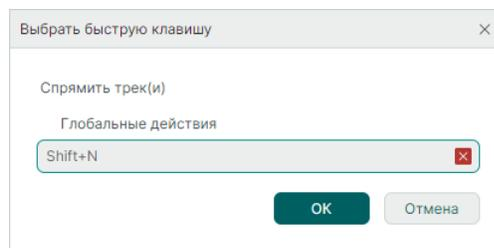

Рис. 70 Выбор быстрой клавиши (комбинации клавиш)
3. На экране отобразится окно «Выбор быстрой клавиши». Нажмите на клавиатуре клавишу или комбинацию клавиш, см. Рис. 70. Нажмите «OK».